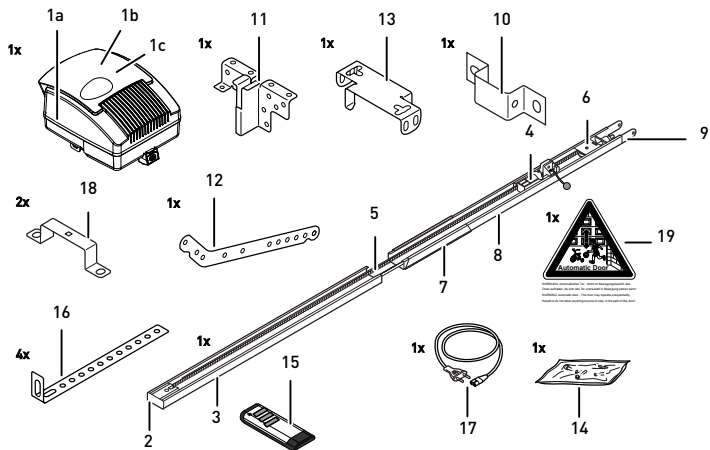

Fig. 2: Vista general del producto - piezas individuales
Monte el cabezal de accionamiento (1) en el carril (3, fig. 2). utilizando los soportes de montaje (18).